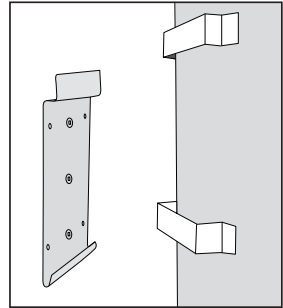

FIGURE 1
4. Fixez le récupérateur à cette plaque de montage (figure 1).